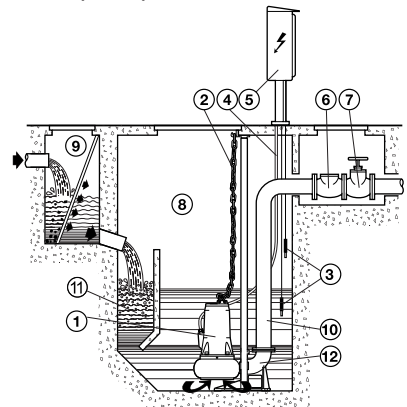

Fig. 6
5.2.2 INSTALACIÓN FIJA CON ENGANCHE AUTOMÁTICO EN EL PIE DE APOYO (FIG.6)